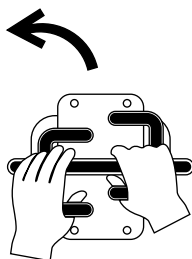

Figura 10
- Pentru a vira spre stânga, deplasai spre spate maneta de traciune dreapta (Figura 10).